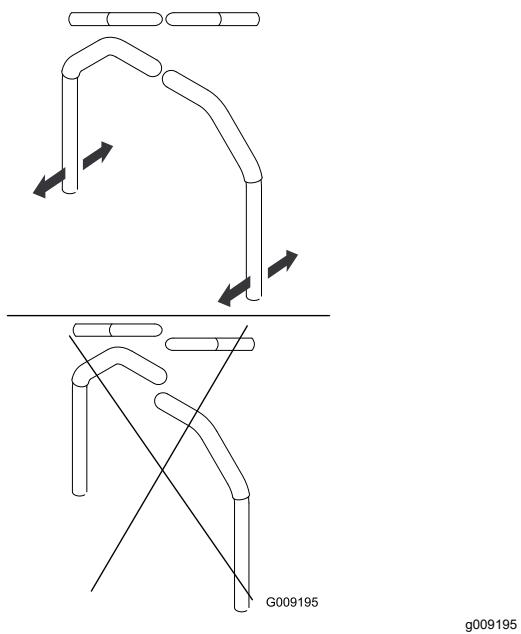

Figura 65
- Alinee las palancas en el sentido adelante/atrás acercándolas a la posición de PUNTO MUERTO, y moviéndolas hasta que estén alineadas; luego apriete los pernos (Figura 65).